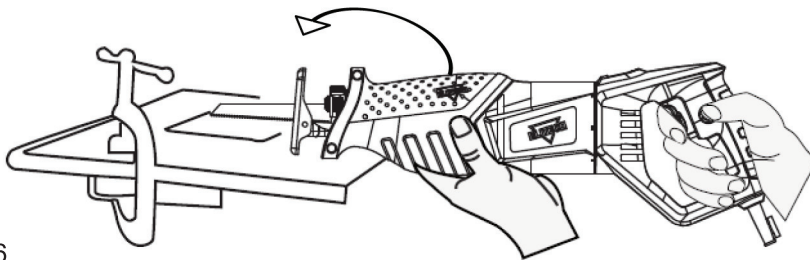

Рис. 6
1. Используйте короткое пильное полотно, (Рис. 6.)